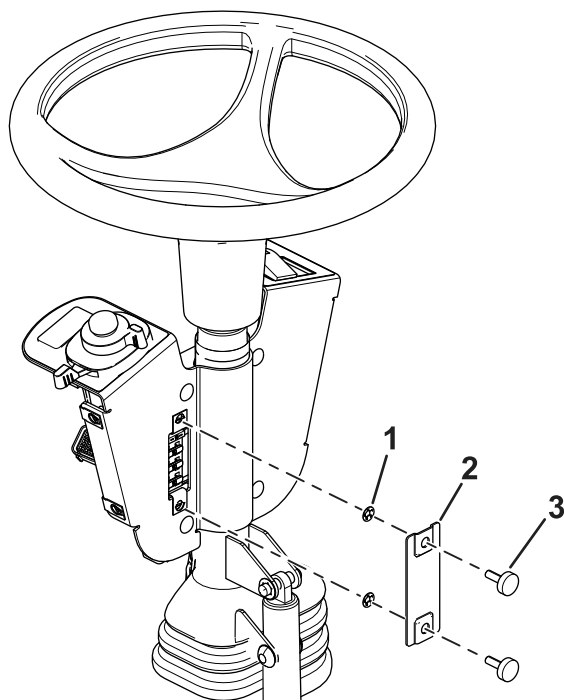

Figura 12
13. Montate il coperchio fusibili sul supporto dell'interruttore con 2 viti a testa zigrinata e 2 dadi in gabbia (Figura 12).
Nota: Accertatevi che i dadi in gabbia siano montati all'interno del coperchio dei fusibili (Figura 12).